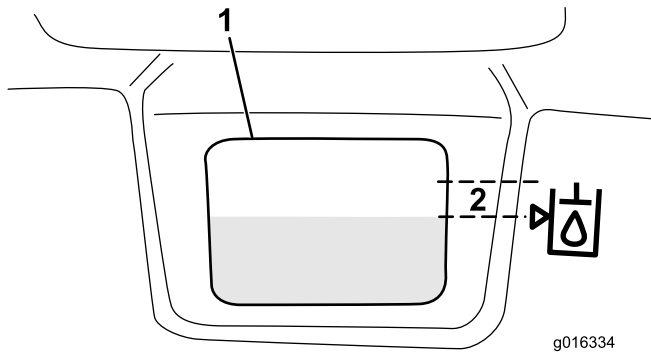

Figure 32
3. Versez lentement le liquide hydraulique approprié dans le réservoir jusqu’à ce que le niveau se situe à 6 mm maximum de la flèche dans le symbole près du viseur blanc sur le devant du réservoir (Figure 32). Ne remplissez pas excessivement.